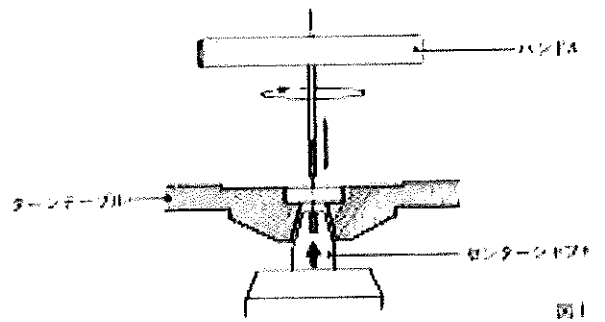

図1
- 一本のハンドルをセンターシャフトにおっこみ、上方に引き上げり上げてターンテーブルとセンターシャフトのギヤを合わせます。(図1)